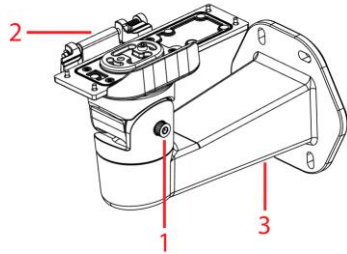

Abbildung 8
- B. Schrauben Sie die M5-Innensechskantschraube (1) (Abbildung 8) ab, um die Halterungsarmplatte (2) (Abbildung 8) vom Halterungsarm (3) (Abbildung 8) zu entfernen.